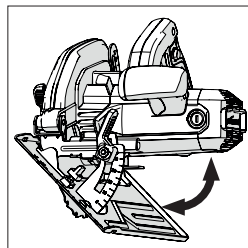

Abb. 14
- Kippen Sie das Sägeblatt in den gewünschten Winkel, wie auf der Winkelskala des Quadranten angegeben. (**Abb. 14**)
(14) BEDIENUNGSHINWEISE